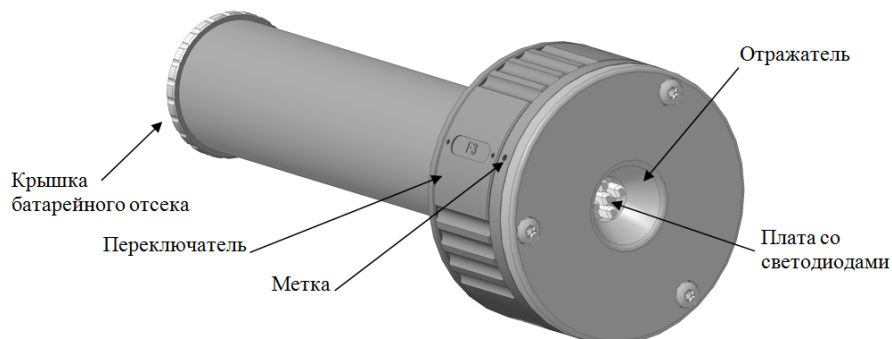

Рисунок 2 – Внешний вид излучателя
Излучатель представляет собой алюминиевый корпус, состоящий из отражателя, платы электронной со светодиодами, переключателя режима работы и крышки батарейного отсека, см. рисунок 2. Отсек с аккумуляторной батареей залит компаундом.
- открутить крышку батарейного отсека, см. рисунок 2;